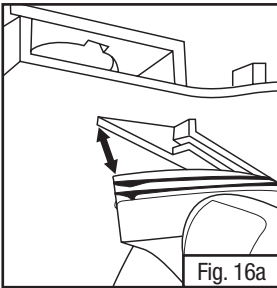
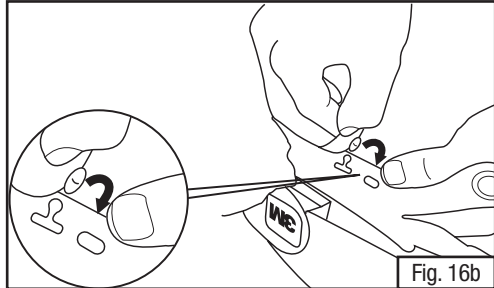

Fig. 16a
Fig. 16b
- Para instalar el sello de frente, sujete la junta negra y alinéela con el casco de acuerdo con la Fig. 16a. **NOTA:** El lado "brillante" del sello debe mirar hacia usted (es decir, hacia afuera) mientras instala el sello. Presione la junta firmemente en la ranura en secciones pequeñas. Ambas costillas de la junta deben quedar totalmente insertadas en la ranura. Tome la lengüeta de tela con el botón y dóblela hacia adentro de la suspensión. Conecte el botón del sello para la frente a la suspensión de la cabeza (Fig. 16b).